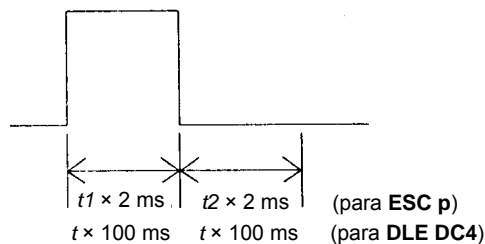
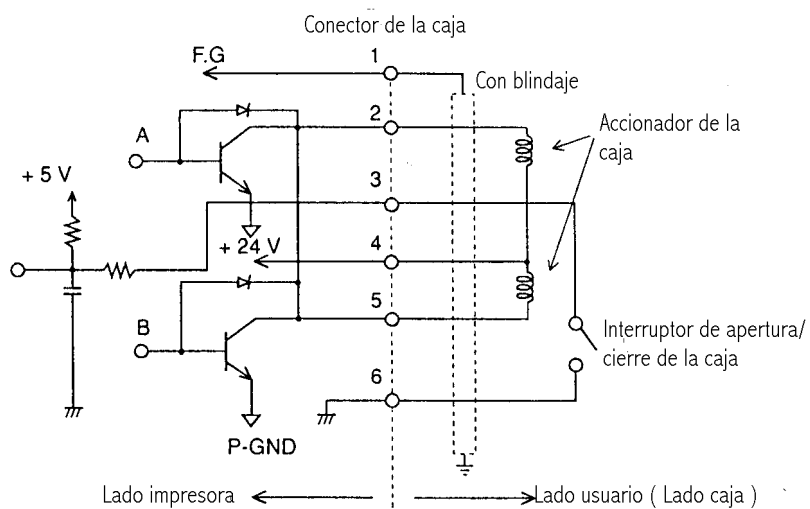

Ilustración B-3. Señal de accionamiento de la caja.
Ilustración B-4. Circuito excitador de la caja de dinero.
Forma de onda de salida: Sale la forma de onda de la ilustración B-3 por los puntos A y B de la ilustración B-4 [t1=tiempo encendido (ON) y t2=tiempo apagado (OFF)] están especificados por comando **ESC p** ó **DEL DC4**.)